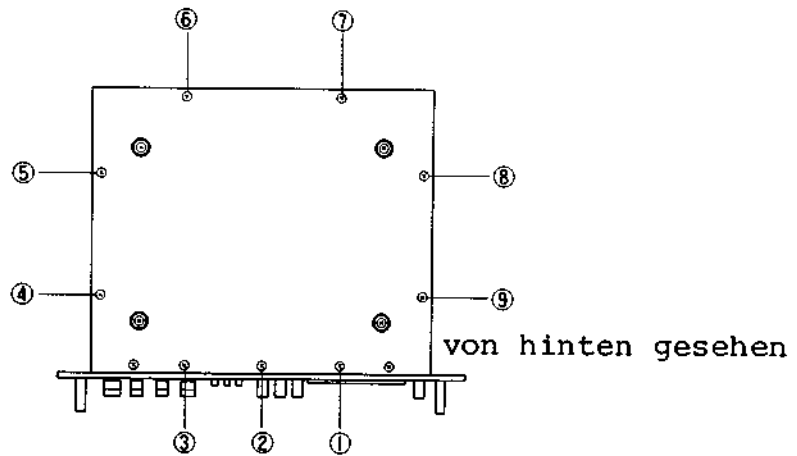

Abb. 1
Entfernen Sie die Schrauben ①--⑨ (Gewinde 3 x 8), wie in Abb. 1 dargestellt, dann kann die Bodenplatte abgenommen werden. Hierbei kann der Musterteil überprüft werden.